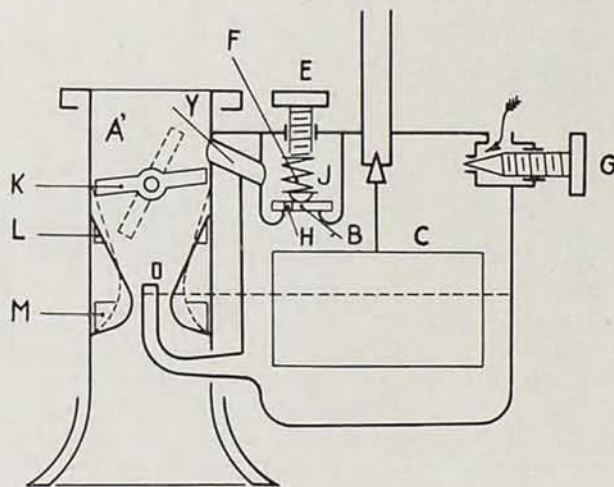

Fig. 6
**Funcionamiento del economizador.**—Supongamos que este carburador (fig. 6) está instalado en un motor, y en este momento se encuentra en posición de reposo (*relanti*); si en este momento se le imprime al motor una velocidad mayor que la suya propia en vacío ocurrirán los siguientes fenómenos:
**Nuestro economizador no impide «tener motor» en todos los momentos.**—Efectivamente. Cuando, por ejemplo, se está bajando un puerto, la mariposa está en reposo (posición de *relanti*), el motor va arrastrado, la válvula *B* (fig. 6) va abierta por las razones explicadas, la depresión en *A'* se traslada a *C*, por cuya causa deja de salir gasolina por el surtidor *D*. Si en las condiciones indicadas fuese necesario acelerar el motor nuestro carburador entraría en funcionamiento en el mismo momento que su mariposa lograra la apertura correspondiente a la velocidad que en ese instante llevara el motor.